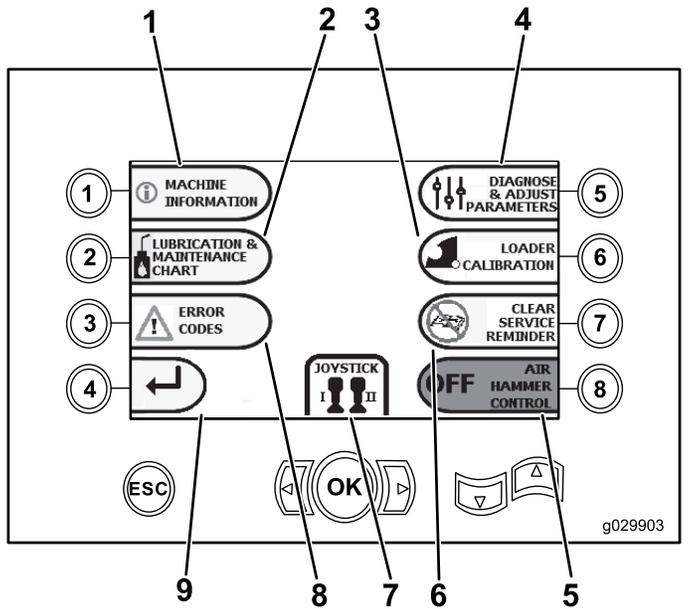

Figura 8
- Botão 5 – Diagnóstico e ajuste de parâmetros (Figura 8)
- Botão 6 – Ajustar a calibração do carregador (Figura 8)
- Botão 7 – Remover um lembrete de manutenção (Figura 8)
- Botão 8 – Controle do martelo pneumático (Figura 8)
- Botão OK – Retornar à Tela de seleção de controles (página 5) como mostra Figura 8